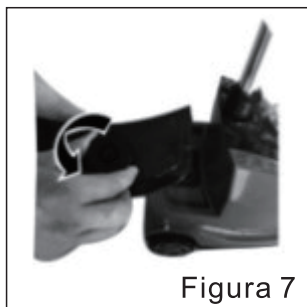
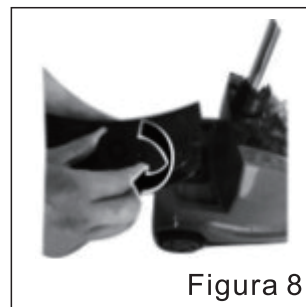

Figura 7
Figura 8
- ⑦ Aparafusar o botão do depósito de água no sentido anti-horário (Figura 7), injetar água fria limpa no depósito de água, e apertar o botão do depósito de água no sentido horário como mostra a Figura 8.